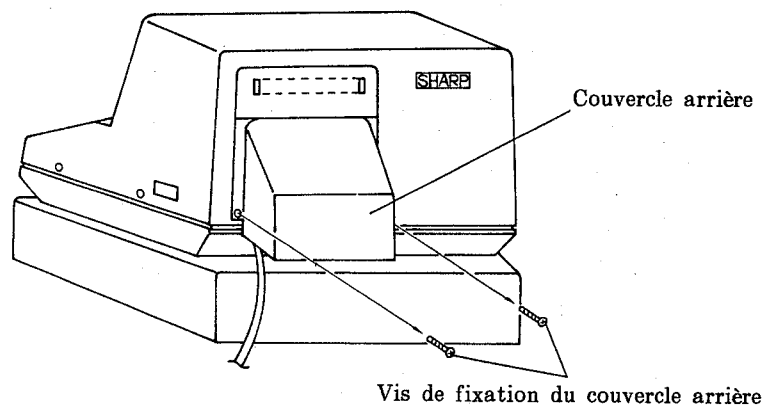

Fig.47
(1) Par mesure de sécurité, débrancher la ER-6750.
(2) Retirer le couvercle arrière.
a) Enlever les vis de fixation (2) du couvercle arrière.
b) Décrocher et abaisser doucement le couvercle arrière, et il se dégagera du bâti. (Voir la Fig. 47.)